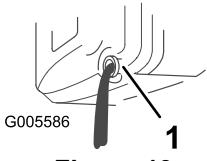

Figura 19
6. Incline il tosaerba sul fianco **sinistro** per fare defluire l'olio nella bacinella di spurgo (Figura 19).